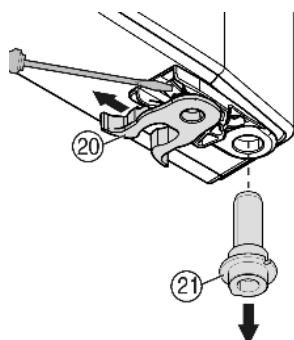

Fig. 8
- ▶ Přemístěte pružinovou svorku Fig. 8 (20): Stiskněte nos zářezky, přes ni stáhněte pružinovou svorku.
- ▶ Vytáhněte ložiskový čep Fig. 8 (21) z dveřní objímky a nasad'te spolu s podložkou na protější stranu. Nos zářezky musí ukazovat k vnitřní straně dveří, zářez k vnější straně.
- ▶ Nasad'te dveře dole a ložiskový čep Fig. 8 (21) do stojanu ložiska. Příp. ložiskovým čepem otáčejte tak, aby mohl zaskočit do západky.